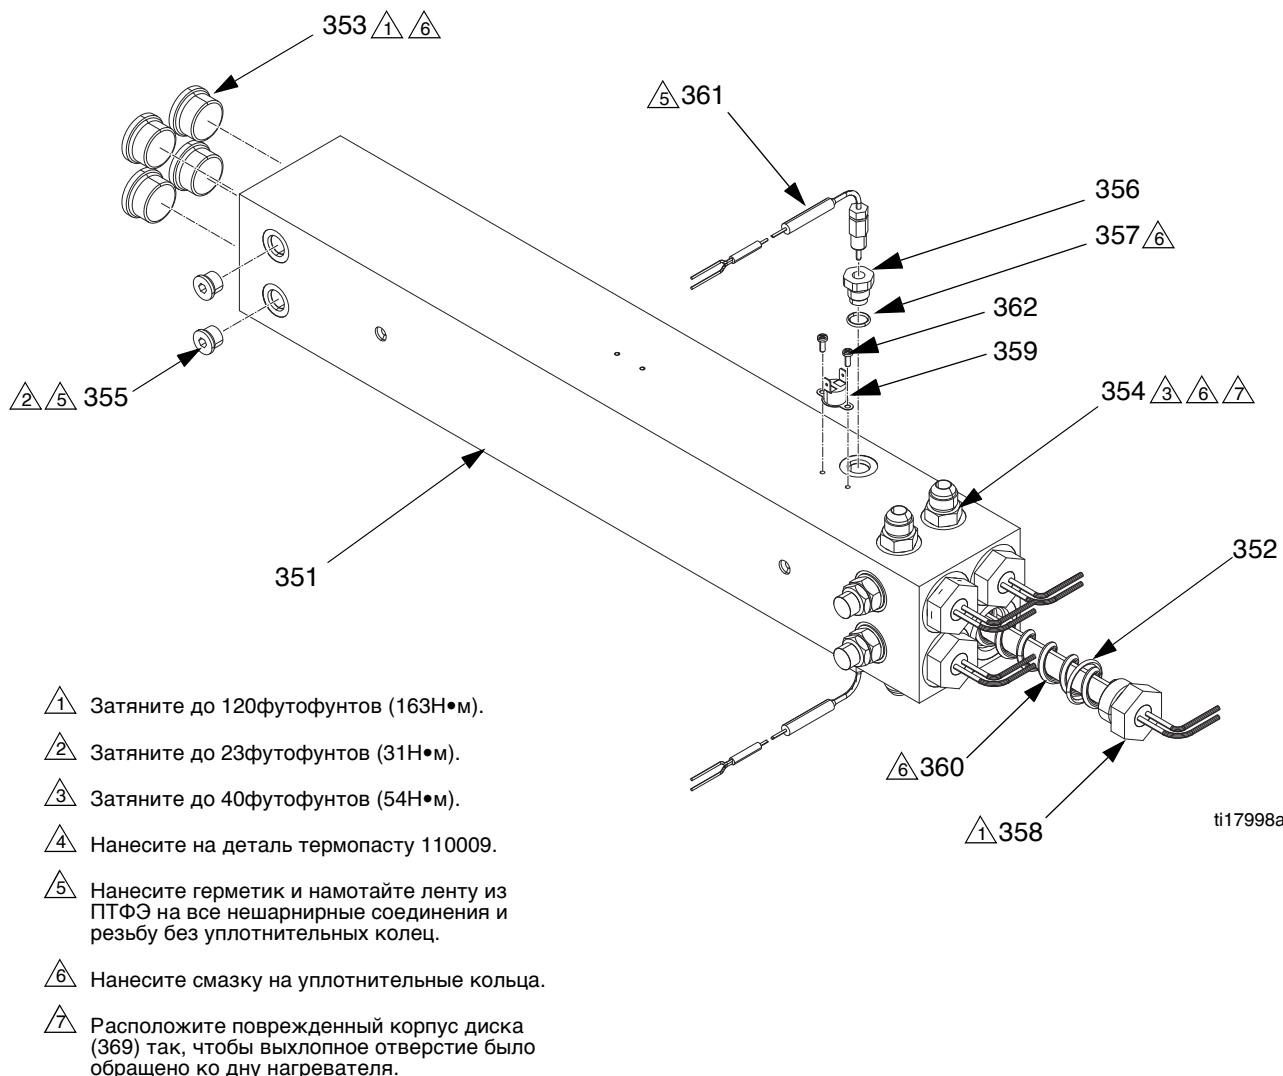

Рис. 7. Нагреватель для двух зон мощностью 6 кВт
- См. Рис. 7. Отсоедините провода нагревательного элемента от соединительных зажимов нагревателя. Произведите проверку омметром.